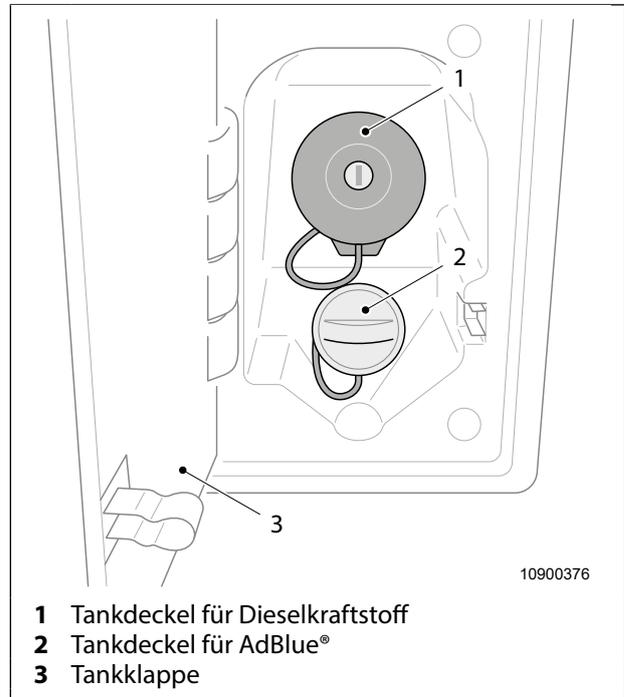

Abb. 4 Tankeinfüllstutzen
Der Tankeinfüllstutzen für Dieselkraftstoff befindet sich hinter der Tankklappe (Abb. 4, Pos. 3) neben der Fahrertür.
1. Gegen die Tankklappe (Abb. 4, Pos. 3) drücken und aufklappen.
2. Tankdeckel für Dieselkraftstoff (Abb. 4, Pos. 1) aufschließen und abschrauben.
1. Tankdeckel für Dieselkraftstoff (Abb. 4, Pos. 1) festschrauben und abschließen.
2. Tankklappe (Abb. 4, Pos. 3) zuklappen und bis zum Einrasten zudrücken.
Der Tankeinfüllstutzen für AdBlue® befindet sich hinter der Tankklappe (Abb. 4, Pos. 3) neben der Fahrertür.
2. Tankdeckel für AdBlue® (Abb. 4, Pos. 2) abschrauben.
1. Tankdeckel für AdBlue® (Abb. 4, Pos. 2) festschrauben.